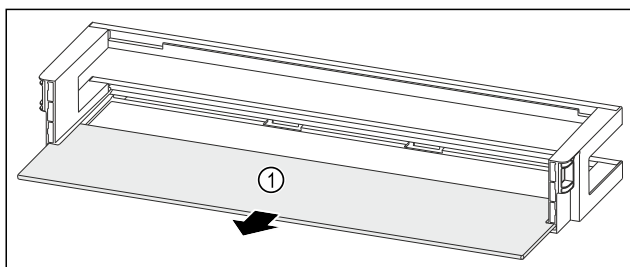

Fig. 53 Türabsteller mit Abstellfläche
- Abstellfläche Fig. 53 (1) entnehmen.